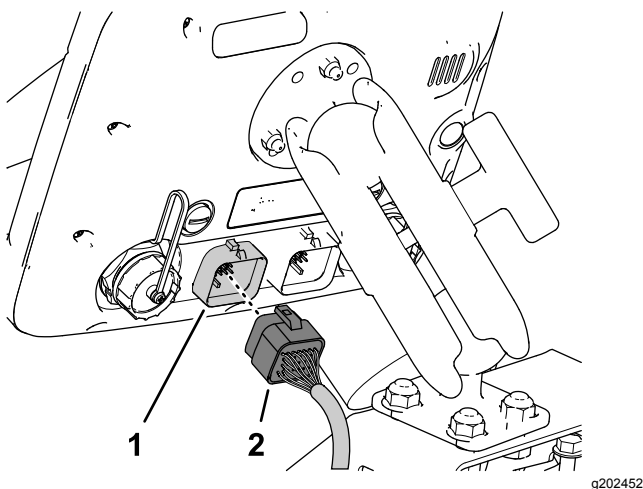

Figura 205
3. Alinee el conector hembra de 26 vías del arnés de datos con el conector de 26 pines del monitor de fumigación e introduzca el conector macho en el conector hembra hasta que el cierre del conector se enganche firmemente (Figura 205).